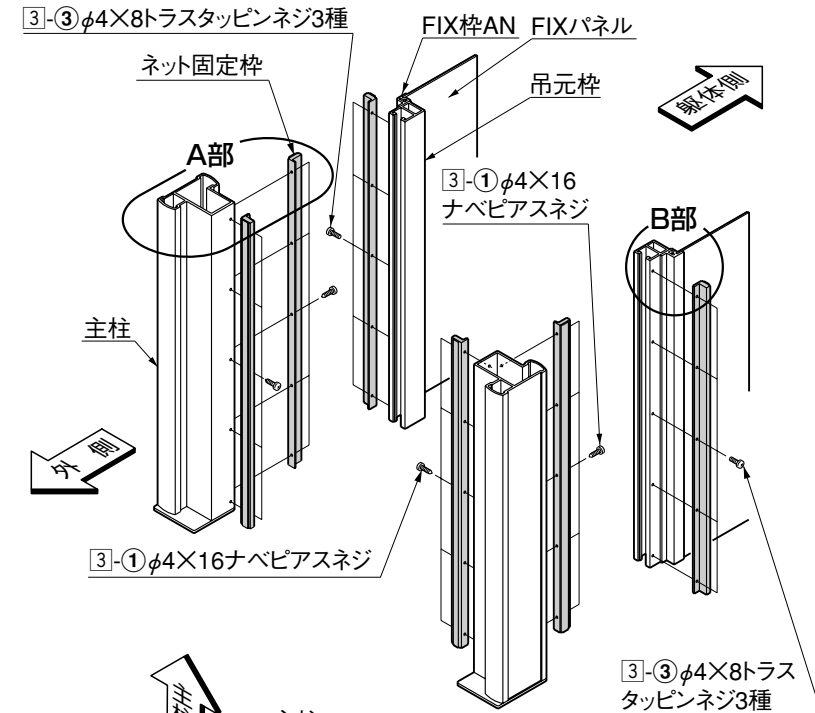

図5-1
- 1 躯体側の内側の主柱上、主柱下の「φ4×12トラスタッピンネジ3種」を取外してください。(図5-1参照)